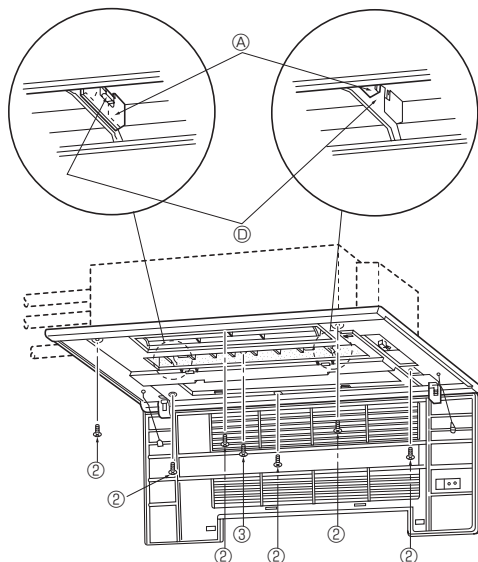
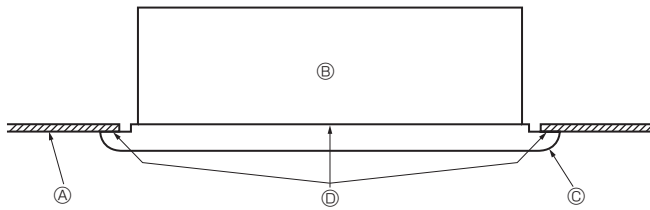

Fig. 5-5
Fig. 5-6
- Ajuste el panel frontal de modo que encaje adecuadamente en el ángulo entre el techo y la pared e instale los pernos de fijación ② (suministrados con esta rejilla) en sus cuatro ubicaciones respectivas a izquierda y derecha, dejándolos ligeramente flojos. (Fig. 5-5)
- A continuación, apriete los pernos de seguridad ② y los tornillos de seguridad ③ en las tres ubicaciones centrales.
- Finalmente, apriete los pernos de seguridad ② en las cuatro ubicaciones a derecha e izquierda.
- Llegados a este punto, asegúrese de que no existan huecos entre la unidad interior y el panel frontal y entre el panel frontal y la superficie del techo. Si existieran huecos, podría penetrar el viento y provocar pérdidas de agua. (Fig. 5-6)
- \* Apriete completamente los pernos de seguridad ② y los tornillos de seguridad ③.
#### [Fig. 5-5]
### 5.4. Comprobaciones a realizar después de la instalación (Fig. 5-6)